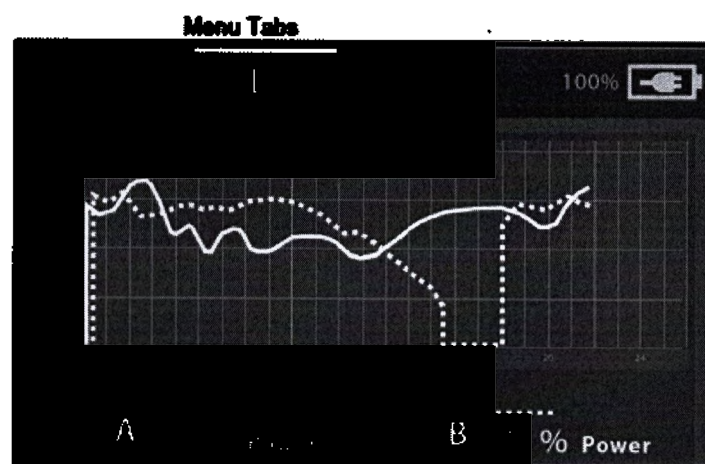

Рисунок 35. Вкладка меню «График мощности»
- Чтобы просмотреть график мощности, нажмите вкладку «График»  на дисплее (см. Рисунок 35).